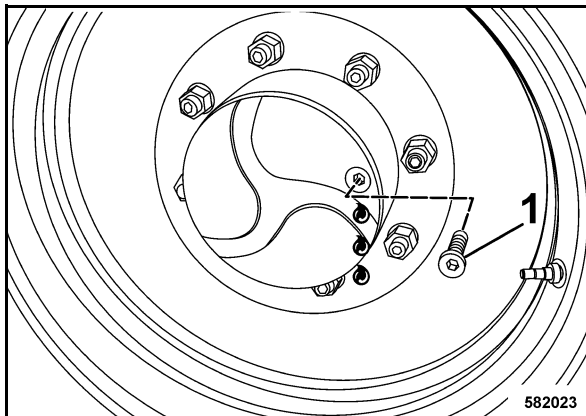

Fig. 155
- Estacionar la máquina de forma que el tapón roscado (1) (Fig. 155) se encuentra en horizontal.